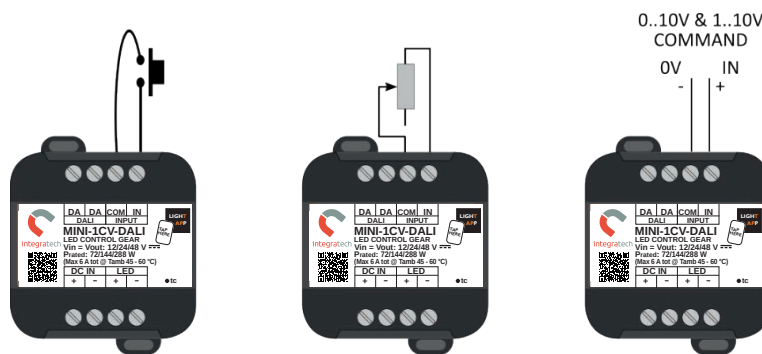

Figure 4 : schéma de câblage de la commande locale
2. Câblage de commande locale : connectez le bouton N.O., le signal 0/1-10V ou le potentiomètre 10 kΩ aux bornes « COM » (négative) et « IN » (positive) de l'« INPUT » en respectant l'un des câblages indiqués sur le schéma de connexion de la figure 4.